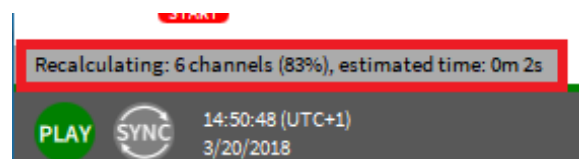

Abb. 7.165: Fortschrittsindikator für offline Mathematik
- Ein Fortschrittsindikator informiert über den aktuellen Status der Berechnung (siehe Abb. 7.165) und enthält Informationen über die Anzahl der berechneten Kanäle, Fortschritt in Prozent und verbleibende Berechnungszeit: